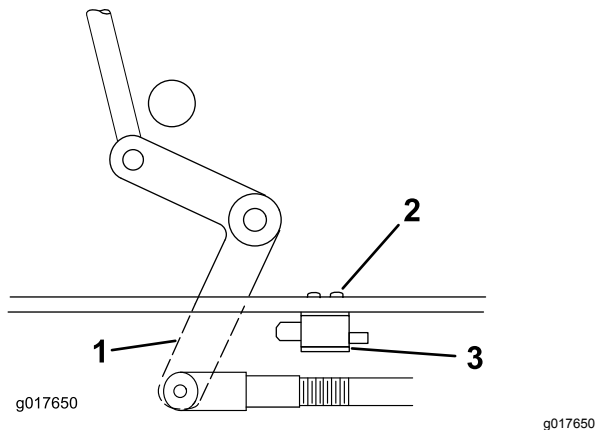

Figura 44
4. Si es necesario, ajuste el interruptor de seguridad de la TDF aflojando los pernos que sujetan el soporte del interruptor (Figura 44).
Importante: Asegúrese de que la palanca acodada no toca el cuerpo del interruptor, porque esto podría dañar el interruptor (Figura 44).